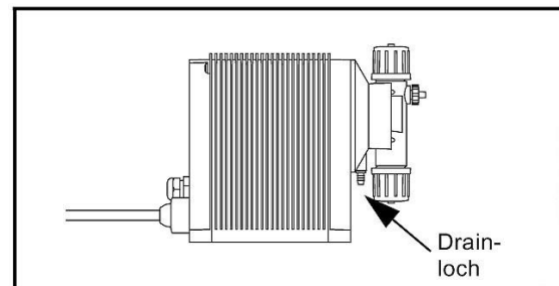

Abb. 1
- Es ist sicherzustellen, dass das Drainloch im Dosierkopf nach unten zeigt, siehe Abb. 1.